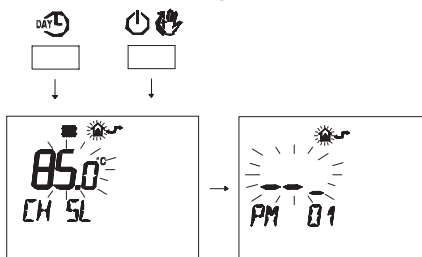

Figura 5.64
- Premere contemporaneamente i pulsanti **DAYL** e **ON/OFF** per entrare nella programmazione trasparente (Figura 5.64).